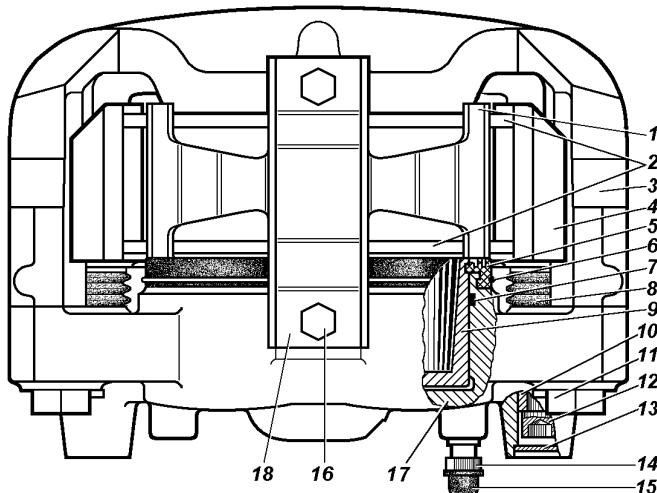

Рис. 9.30. Передние дисковые тормоза:
**Дисковые тормозные механизмы передних колес.** Для осмотра тормозных колодок 2 (рис. 9.30) установите автомобиль на горизонтальной площадке, затормозите стояночным тормозом и снимите колесо. Осмотр колодок проводите через окно в суппорте 4. Если фрикционные накладки износились до